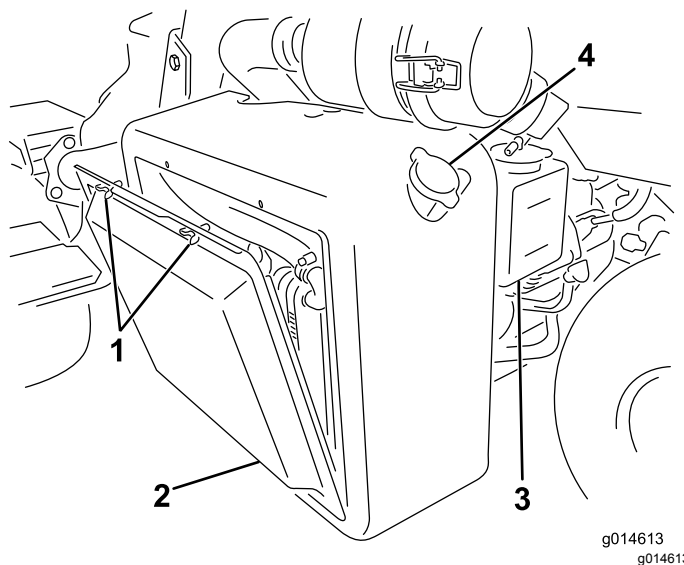
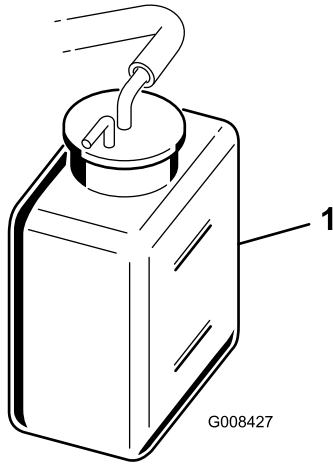

图38
图39
1. 拆下散热器吸风滤网图38。
2. 检查冷却液液位 图38 和 图39。